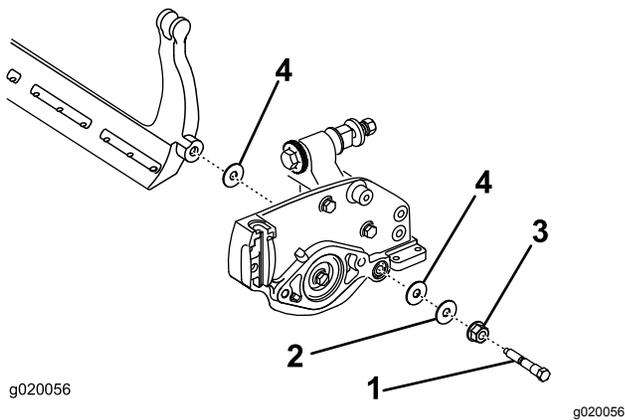

図 23
ベッドバーの両端にそれぞれナイロンワッシャ2枚とスチールワッシャが1枚ずつあるので注意する **図 23**。
- サイドプレートのボスの両側にナイロンワッシャを入れる。その外側からスチール製ワッシャを取り付ける 図 23。